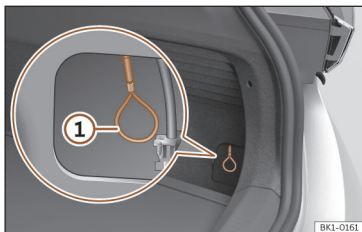

Fig. 57 Desbloqueio de emergência do conector de carregamento.
- Puxe o laço para desbloqueio manual de emergência >>> **Fig. 57 ①**. Pode retirar-se o conector de carregamento >>> ⚠.